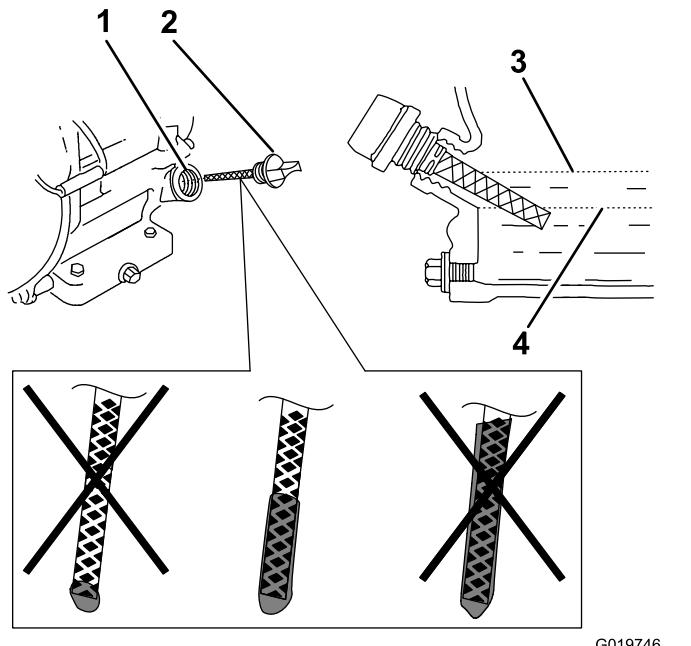

Figura 47
- Retire la varilla (Figura 47) y vierta aceite lentamente en el orificio de llenado hasta que el nivel de aceite llegue a la marca de límite superior (borde inferior del orificio de llenado de aceite) de la varilla.